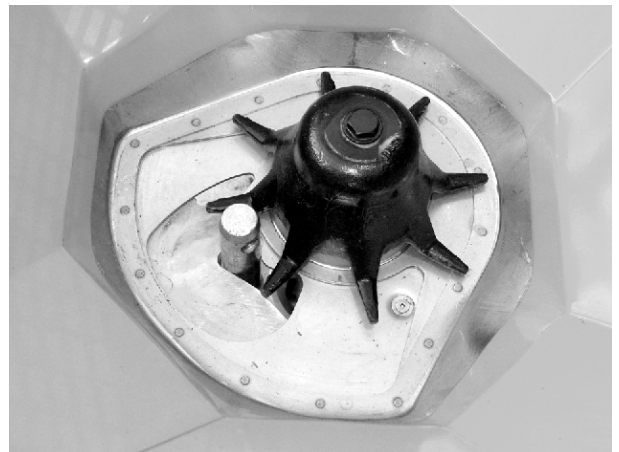

Рис. 58: Болт нижньої тяги в дозувальному отворі
- ✓ Заслінка дозатора злегка притиснута до болта. Див.. *Рис. 58 Болт нижньої тяги в дозувальному отворі.*